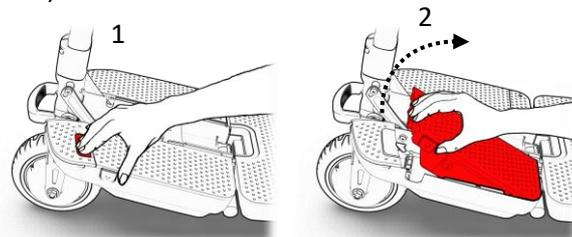

Figure 19
Pour retirer la batterie de l'ATTO, enfoncez le bouton de déclenchement (1) et sortez la batterie (2) (voir la figure 19).